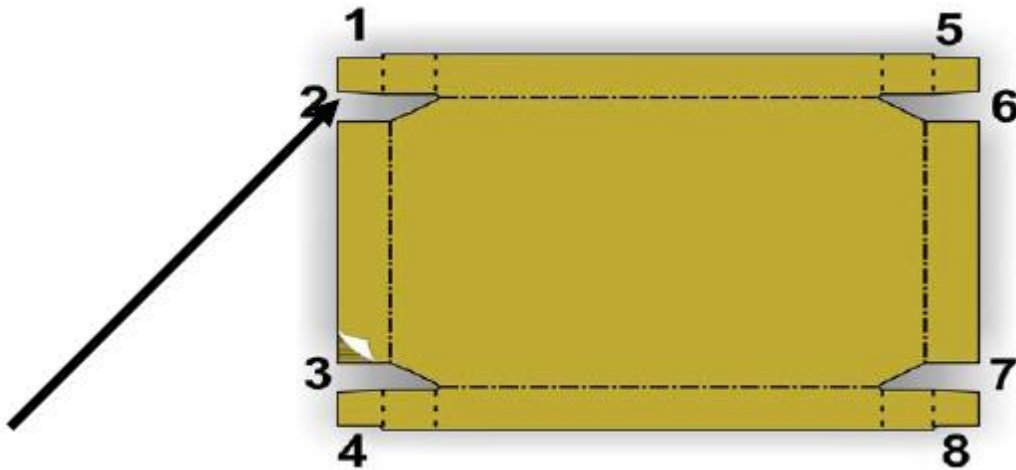

Fig. 19. Recorte exterior charola.
Para recortes exteriores: Se garantiza un 97 % de expulsión de recorte. Considerando 8 rebabas por charola (Fig. 19).
Ejemplo: Considerando la Fig. 19, ocho posibles rebabas por charola en una muestra de 500 piezas el 3% es = $(500) \times (0.03) = (15) \times (8) = 120$ rebabas totales.